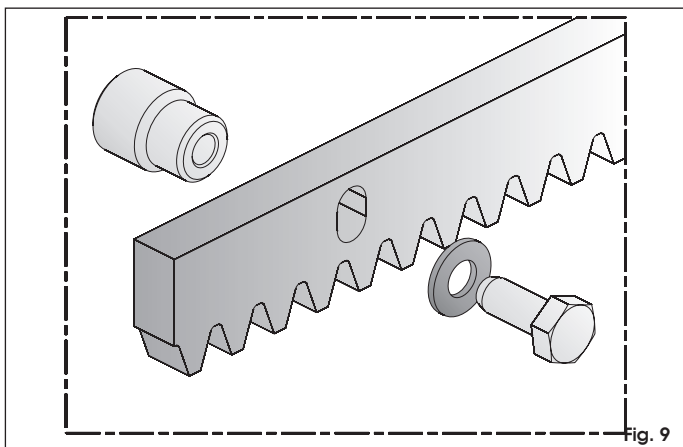

Fig. 9
1. Disposer la crémaillère (fournie sur demande), avec les vis TE 8 x 25 et les entretoises à souder fournies, d'après la fig. 9. Pour éviter de souder sur le portail, on fournit des entretoises passantes galvanisées avec des vis de fixation TE 8 x 50.